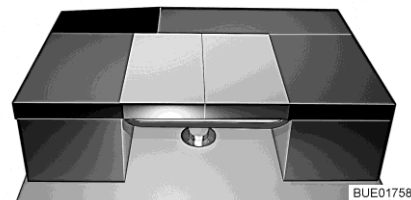

Fig. 158 Dopo la trasformazione
- Posizionare il cuscino dello schienale dei sedili laterali longitudinalmente sul tavolo (vedi Fig. 158).